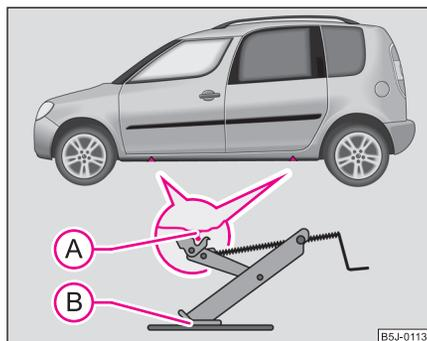

Fig. 173 Cambio de rueda: lugares de apoyo del gato
- Para apoyar el gato, elija el punto de alojamiento del larguero inferior que se encuentre más cerca de la rueda defectuosa ⇒ página 208, fig. 173.
- Colocar el gato de tal modo, que su garra abarque el alma vertical del larguero inferior (A) y la superficie de apoyo inferior del gato (B) se encuentre en toda su superficie sobre el suelo firme.